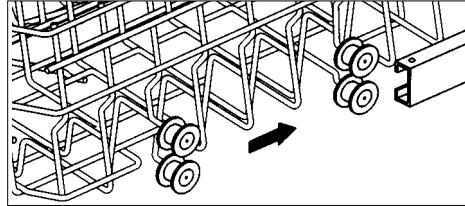
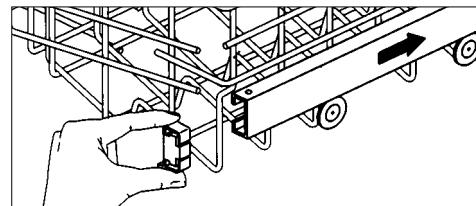

fig. 8
fig. 7
- Trek de korf helemaal naar voren en verwijder het afdekkapje aan de rechterzijde (zie fig. 7). Verwijder de korf. Plaats het andere stel wieltjes in de rails (zie fig. 8). Duw de korf weer in de machine en plaats het afdekkapje terug.